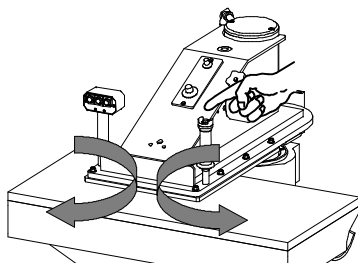

Fig. 11
b) El brazo se puede desplazar indistintamente tanto a la derecha cuanto a la izquierda, con una rotación total de 180° mediante los correspondientes puños. En el de la derecha se encuentra el pulsador para el mando bimanual (Fig. 11).